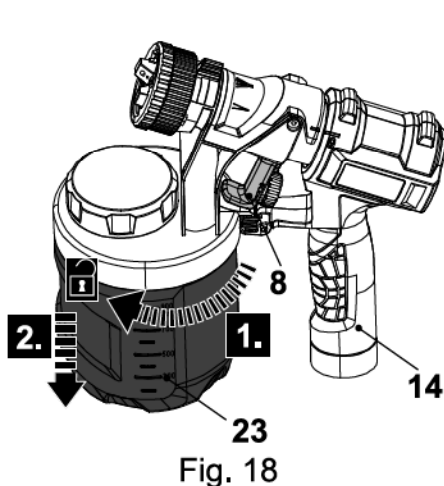

Fig. 18
- > Solte o gatilho do interruptor (8) e desligue o produto.
- > Deite toda a tinta restante num outro recipiente para esvaziar o recipiente de tinta (23). Limpar cuidadosamente o recipiente de tinta (23) com um agente de limpeza adequado, que não contenha óleo.
- > Encha gradualmente o agente de limpeza para o recipiente de tinta (23), ligue o produto e aperte o gatilho do interruptor (8), pulverize-o através da cabeça de pulverização (6) até que o agente de limpeza saia como uma névoa transparente e clara.
- > Solte o gatilho do interruptor (8) e desligue o produto, desconecte-o da fonte de alimentação e retire o recipiente de tinta (23) da pistola de pulverização (Fig. 18).